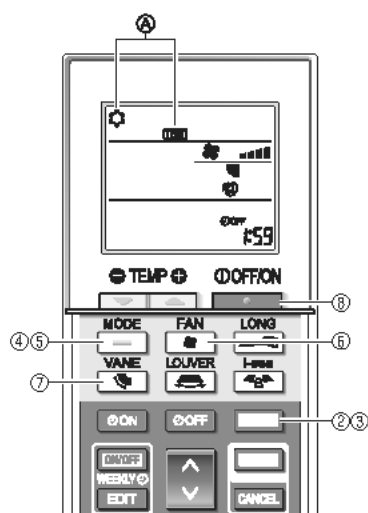

Fig. 8-5
- ① Mettez l'appareil sous tension au moins 12 heures avant l'essai de fonctionnement.
- ② Appuyez sur la touche [] pendant 5 secondes. (Fig. 8-5)
- ③ Appuyez sur la touche [].
La mention ④ [TEST] et le mode de fonctionnement en cours sont affichés. (Fig. 8-5)
- ④ Appuyez sur la touche [] pour activer le mode refroidissement, puis vérifiez que de l'air froid est soufflé par l'appareil.
- ⑤ Appuyez sur la touche [] pour activer le mode chauffage, puis vérifiez que de l'air chaud est soufflé par l'appareil.
- ⑥ Appuyez sur la touche [] et vérifiez que la vitesse du ventilateur change.
- ⑦ Appuyez sur la touche [] et vérifiez que l'ailette automatique fonctionne correctement.
- ⑧ Appuyez sur la touche [] pour terminer l'essai de fonctionnement.